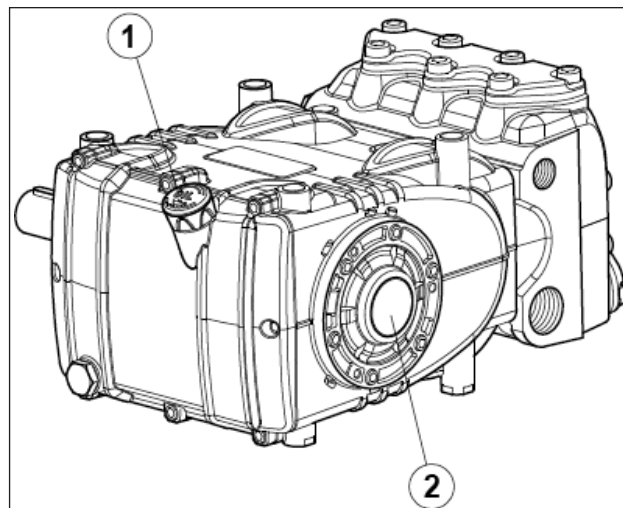

Рис. 14
5. Масло в корпусе насоса находится на правильном уровне при проверке с помощью специального шупа (поз. ①, Рис. 14) или, только в исключительном случае, с помощью индикатора уровня (поз. ②, Рис. 14).